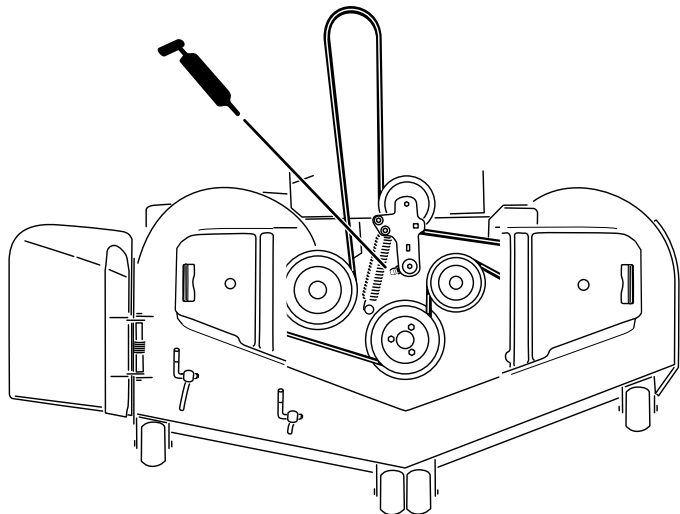
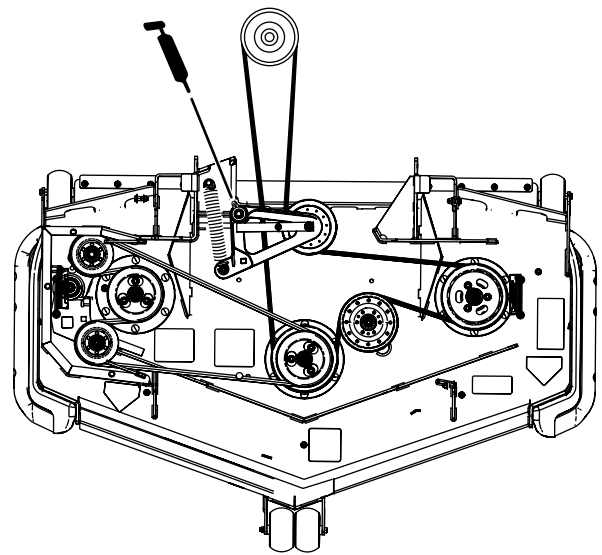

Figura 53
Figura 54
5. Lubrifique a articulação da polia intermédia da plataforma do cortador até o lubrificante sair por baixo (Figura 53 ou Figura 54).